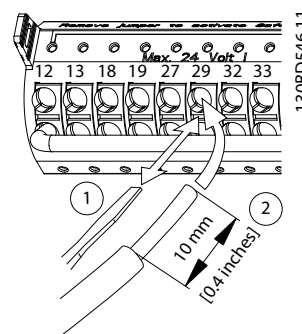

図 5.20 フレキシブルコントロールワイヤの接続
- フレキシブルワイヤの場合は、端子の穴の間のスロットに小さなドライバーを挿入し、ドライバーを内側に向けて押し、接点を開きます。図 5.20をご参照ください。次に、剥き出しのワイヤを接点に挿入し、ドライバーを取り外します。